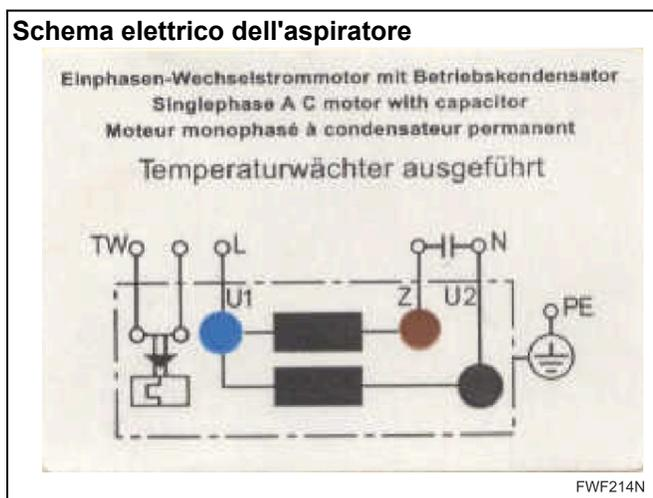

Figura 54
- La ventola di scarico principale è radiale con le pale piegate all'indietro, e un motore monofase a induzione integrato. La protezione termica è integrata nell'avvolgimento del motore (vedere *Figura 54*).